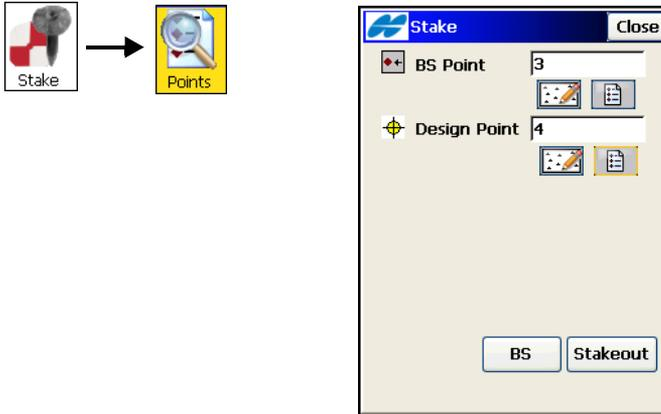

Abbildung 9-53. Abstecken mit Digitalnivellier
2. Bestimmen Sie im Fenster **Absteckung** (Abbildung 9-53 auf Seite 9-44) den Anschluss für die Absteckung sowie den abzusteckenden Punkt (per Karte oder Liste).